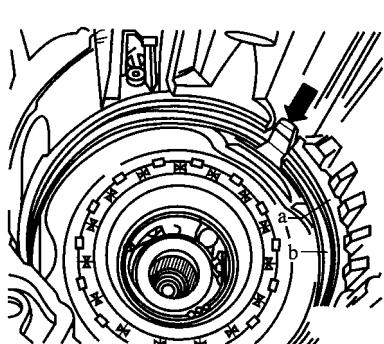

图 5-22 拆卸单向离合器
(15) 拆下变速箱转速传感器 G38,拆下隔离管卡环 a 和单向离合器卡环 b,用钳子夹在单向离合器的定位楔上,拉出单向离合器,如图 5-22 所示。